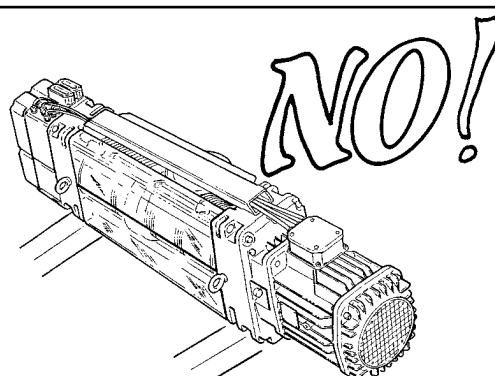

fig. 21
- *Il paranco e l'eventuale carrello devono essere appoggiati o fissati stabilmente in tutte le fasi di movimentazione, trasporto e stoccaggio e non devono essere ribaltati o appoggiati in posizione verticale o su un fianco (fig. 21).*